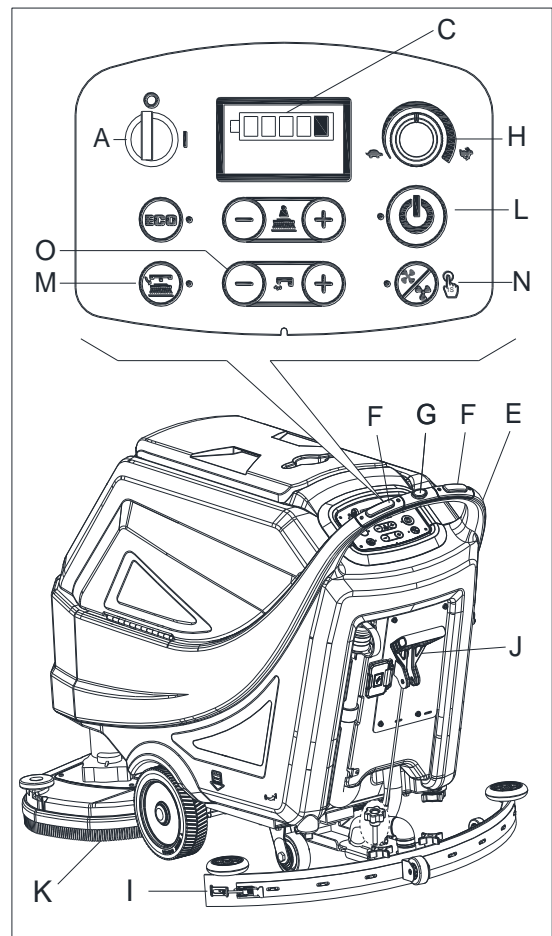

Abbildung 13
2. Stecken Sie den Zündschlüssel (A, Abb. 13) ein und schalten Sie ihn auf "I". Prüfen Sie den Status der Akkus des Displaybildschirmes. Laden Sie die Akkus ggf. vollständig auf (siehe das Verfahren im Wartungskapitel).
- Drücken Sie entweder den Sicherheitsschalter (F) zur Vorwärtsbewegung oder den Sicherheitsschalter (F) zusammen mit dem Rückwärtsschalter (G) zur Rückwärtsbewegung. Die Fahrgeschwindigkeit kann mit dem Regler (H) eingestellt werden.
4. Senken Sie die Saugleiste (I) mit dem Hebe-/Senkgriff (J).
5. Senken Sie das Deck des Bürsten-/Pad-Halters (K) an, durch Drücken des Ein-Tastenstart (L)
6. Sie die Lösemitteldurchflusssteuertasten (O) wie erforderlich, abhängig von der Art der durchzuführenden Reinigung.
- Drücken Sie einen Sicherheitsschalter (F), um die Maschinenfahrt zu aktivieren. Die Vorwärtsgeschwindigkeit kann mit dem Regler (H) eingestellt werden, falls erforderlich.
Um die Maschine vorwärts zu bewegen, drücken Sie entweder die linke oder rechte Taste (F, Abbildung 13) oder beide.
8. Halten Sie die Maschine durch Loslassen der Sicherheitsschalter an (F, Abb. 13)
10. Heben Sie das Deck des Bürsten-/Pad-Halters (K) an, durch Drücken des Ein-Tastenstart (L).
11. Heben Sie die Saugleiste (I) mit dem Hebe-/Senkgriff Abziehgummigriff (J).
12. Drehen Sie den Zündschlüssel (A) auf "0".